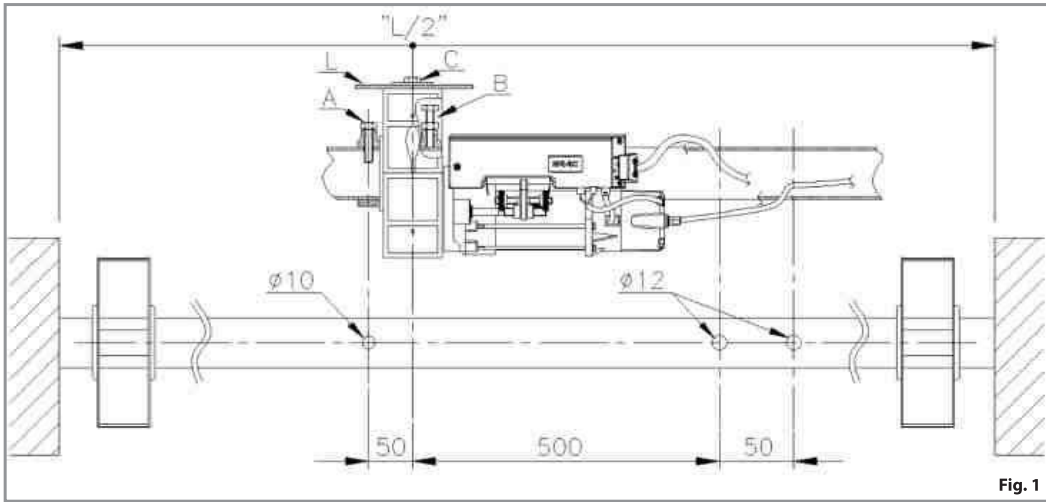
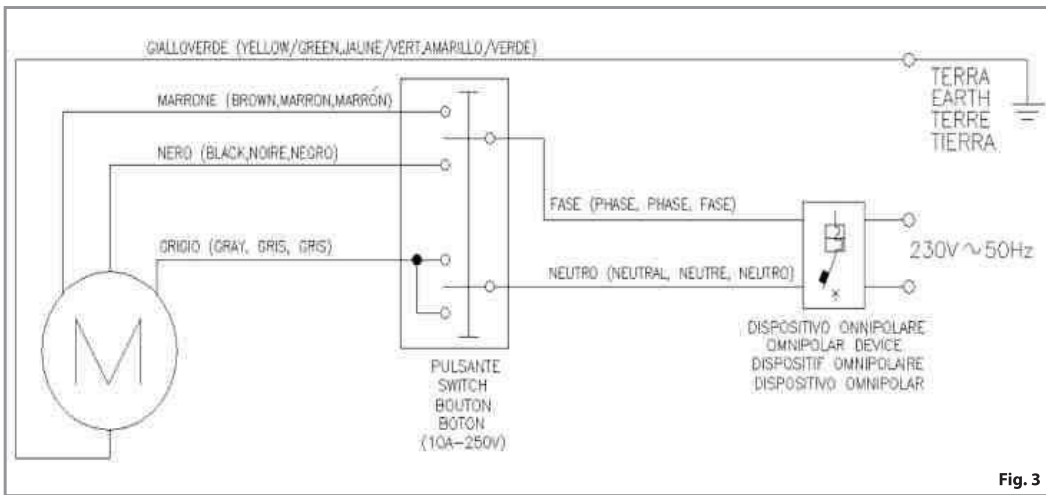

Fig. 1
Fig. 3
- 7) Dans le cas où l'arbre du rideau est inférieur à 60mm tirer profit des appropriés manchons de réduction Ø33 / Ø42 / Ø48 (I) en leur donnant une épaisseur rapport au trou d'un diamètre de 10mm effectué auparavant (Fig.1).
- 8) Accoupler sur le tube du rideau le corps inférieur avec le corps supérieur par les quatre vis M8 (H) enlevées précédemment.
- 9) Visser la vis M10 (A) privée de l'écrou hexagonal et la faire pénétrer à l'intérieur de la fibre du rideau dans le trou de 10mm (Fig.1).
- 14) Fixer le dernier élément du rideau sur le moteur avec la vis M10 (**C**) et la rondelle (Fig.1).
- 15) Faire les connexions électriques comme indiqué en fig.3 en passant le câble 4x0.75 mm² à l'intérieur de l'arbre du rideau tout en évitant tout contact avec les parties tournantes (Fig.1). En présence de moteur avec de l'électro-frein, introduire la gaine du frein à l'intérieur du second trou Ø12 (ne pas plier le câble à une courbure trop prononcée).
- 20) Dans le cas d'une installation contraire par rapport à la Fig.1, agir de manière inverse à ce qui a été décrit vu que le microinterrupteur 2 arrêtera la montée tandis que le microinterrupteur 1 arrêtera la descente.
- 2) Efectuar sobre el árbol del cierre metálico los tres taladros como mues la fig.1.
- 7) En el caso de que la barra del cierre sea inferior a 60mm utilizar los mandos de reducción existentes Ø33 / Ø42 / Ø48 (I) a tal efecto, posicionando la barra de referencia al agujero de diametro 10mm efectuado precedentemente (Fig.1).
- 8) Ensamblar sobre el árbol del cierre metálico el cuerpo inferior con el superior a través de los cuatro tornillos M8 (H) que se quitaron precedentemente.
- 14) Llevar el ultimo elemento del cierre metálico sobre el motor y fijarse en él a través del tornillo M10 (**C**) con randella (Fig. 1).
- 15) Llevar a cabo las conexiones eléctricas como mues la fig.3 pasando el cable 4x0.75 mm² situado en el interior de la barra del cierre evitando cualquier contacto con las partes giratorias. En presencia de motor con electrofreno, introducir la funda del freno dentro del segundo taladro Ø12 (Dejar el cable de tierra sin curvaturas pronunciadas).
- 2) Efetue no veio da grade de enrolar os três orifícios mostrados na fig. 1.
- 13) Faça um orifício de 12 mm no último elemento da grade de enrolar (L) em correspondência com o furo roscado M10 já existente na coroa do motorreductor.
- 14) Coloque o último elemento da grade de enrolar no motorreductor e fixe-o com o parafuso M10 (C) com anilha (ver fig. 1).
- 15) Execute as ligações elétricas mostradas na fig. 3 passando o cabo de alimentação 4x0,75 mm², por dentro do veio da grade de enrolar evitando qualquer contato com as partes móveis (fig. 1). Em caso de motorreductor com travão elétrico, insira a bainha do travão dentro do outro orifício de Ø12 (evite de qualquer forma criar dobras no cabo e fazê-lo executar curvas muito acentuadas no seu percurso até ao chão após o tubo).
- 20) No caso de instalação contrária em relação à fig. 1 agir de forma inversa ao que é descrito, visto que o microinterruptor 2 irá parar a descida e o microinterruptor 1 irá parar a subida.